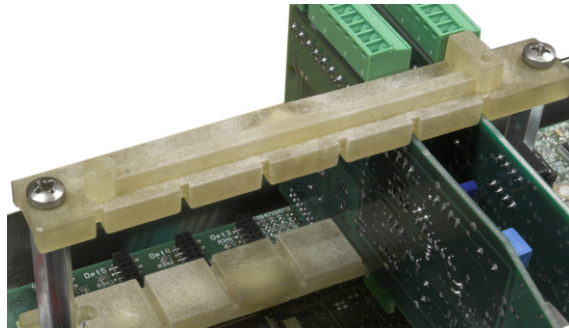

Abbildung 3-47: Obere Kartenführung
9. Entfernen Sie die zwei Schrauben, mit denen die obere Kartenführung befestigt ist (siehe Abbildung 3-47), und heben Sie die Kartenführung von ihren zugehörigen Abstandshaltern ab.
1. Lockern und entfernen Sie die Schrauben, mit denen die obere Kartenführung (Abbildung 3-47) auf ihren Abstandshaltern befestigt ist.
5. Bringen Sie die obere Kartenführung wieder an und achten Sie darauf, die obere Kante der Optionsplatine(n) in den (die) Steckplatz (Steckplätze) in der oberen Kartenführung einzusetzen (siehe Abbildung 3-47).